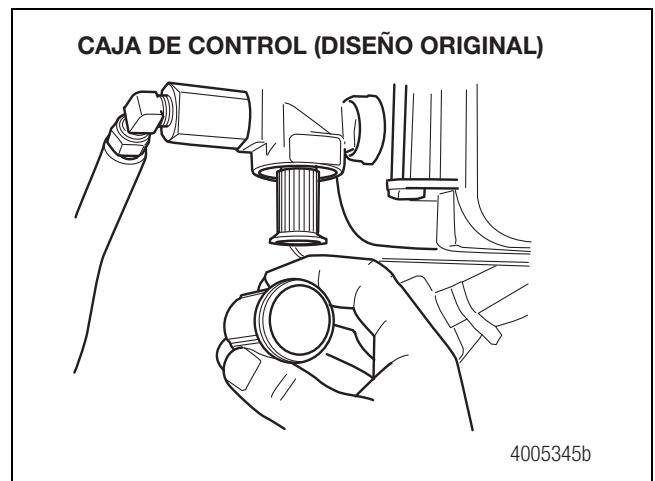
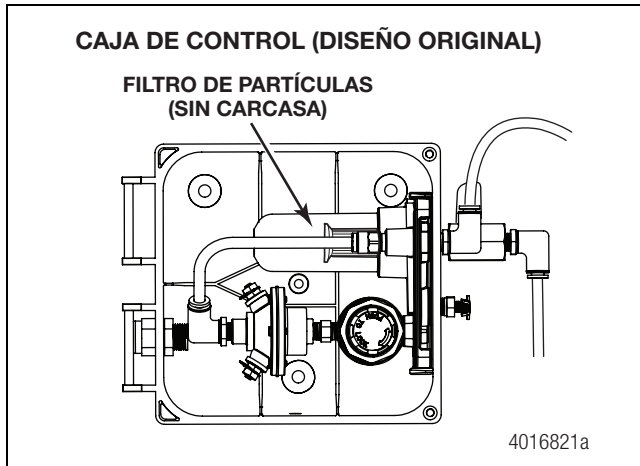

Figura 5.1
Figura 5.2
- Filtro de partículas. Figura 5.1 y Figura 5.2.